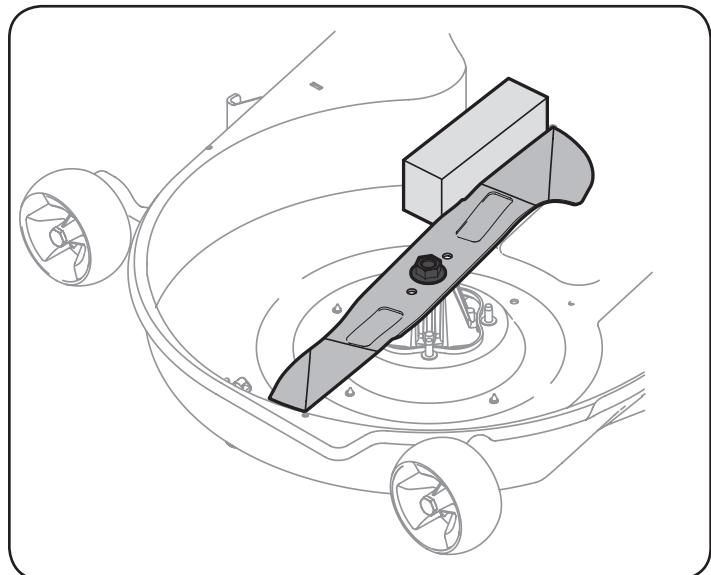

Figure 2
- Stabilisez une des lames de coupe avec un outil de blocage de lame ou un bloc de bois. Consultez Figure 2.